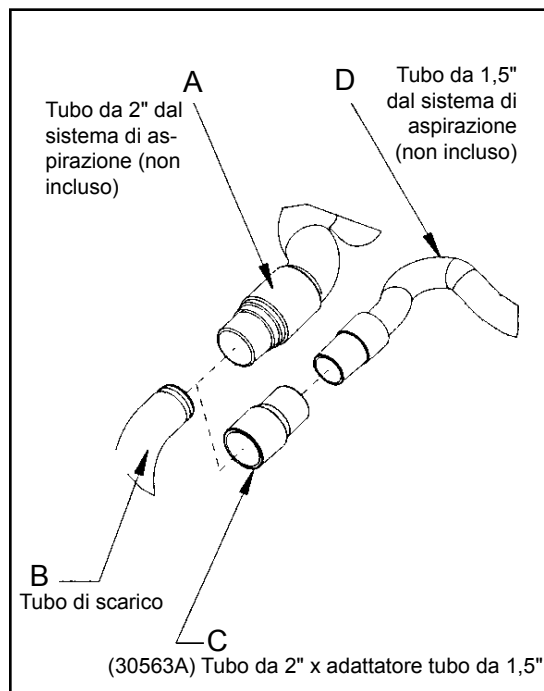

Figura 4
1. Montare l'estremità del tubo da 2" (Figura 4, A) direttamente sul tubo di scarico (Figura 4, B).
1. Collegare l'adattatore terminale del tubo da 2" x 1 1/2 (codice 30563A) (Figura 4, C) al tubo di scarico (Figura 4, B).
2. Inserire l'estremità del tubo da 1 1/2" (Figura 4, D) nell'adattatore (Figura 4, C).